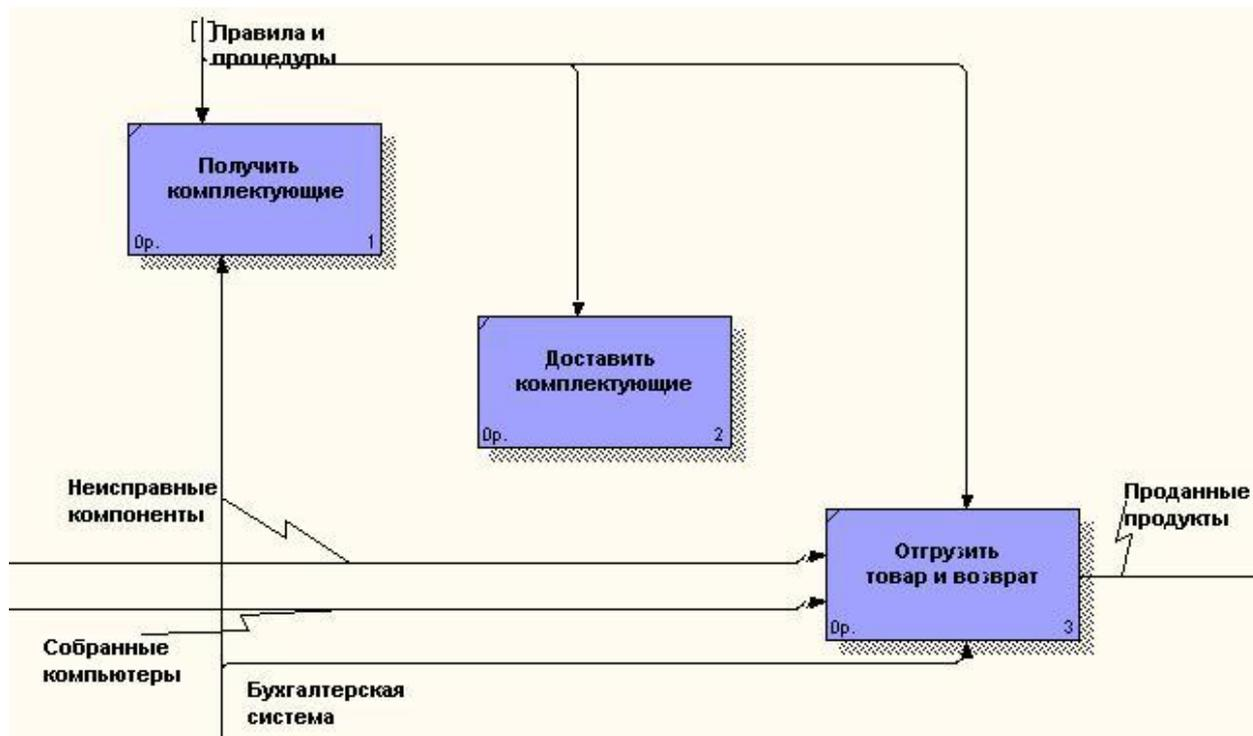

Рис.1. Внутренние стрелки на декомпозиции работы «Отгрузка и получение»
4. Свяжите граничные стрелки как показано на Рис.1.